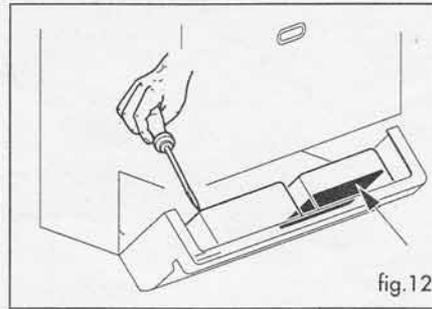

fig.12
- assicurarsi che l'alimentazione dell'acqua del circuito sanitario sia aperta e che l'impianto di riscaldamento e la caldaia siano pieni d'acqua. L'avvenuto riempimento è indicato dall'indice del manometro (B) che si posiziona tra il valore di 0,6 e 1,5 bar a freddo. Se il manometro segna meno di 0,5 bar provvedere tramite il rubinetto di riempimento (vedere fig. 12) al ripristino della pressione richiesta,
- per l'utilizzo invernale portare il selettore di funzione (C) sul simbolo  (inverno) se è stato inserito il programmatore orario (accessorio a richiesta) è necessario portare l'interruttore del programmatore stesso sul simbolo . Nel caso vogliate escluderlo per avere un funzionamento continuo, portare l'interruttore del programmatore su 1.
**Versione e:** premere la manopola (H), la scintilla accende la fiamma pilota, tenere premuto per circa 20/30 secondi, se al rilascio la fiamma si spegne ripetere l'operazione.
**Versione ie:** in questo momento la caldaia è pronta per l'accensione, se non si dovesse accendere nell'arco di 9-10 secondi si accenderà il pulsante rosso di reset (I); per ripristinare le condizioni iniziali basterà premere il pulsante di reset fino a che si spegne; la caldaia ripeterà le manovre d'accensione automaticamente. Questo potrà succedere quando la caldaia rimane inutilizzata per parecchio tempo.
- ruotare (da 0° a 270°) la manopola del selettore di temperatura (E) acqua riscaldamento sulla posizione desiderata (tenendo presente che la posizione del minimo corrisponde a circa 45°C, mentre al massimo a circa 85°C). Nel caso di installazione con termostato ambiente portate la manopola al massimo ed impostate la temperatura desiderata sul termostato ambiente.
- ruotando (da 0° a 270°) la manopola del selettore di temperatura (F) potete scegliere temperature di erogazione dell'acqua sanitaria che vanno da circa 40°C (posizione min.) a circa 70°C (posizione max) in funzione della portata d'acqua prelevata. Potete così evitare di miscelare, prima dell'utilizzo, con acqua fredda realizzando nel contempo delle economie di gestione.
Per intervenire invece sulla **scheda di modulazione**, aprire il cruscotto come descritto al paragrafo 4.a, togliere il coperchio indicato in fig.12 ed accedere quindi alla scheda posizionata sulla destra del cruscotto.